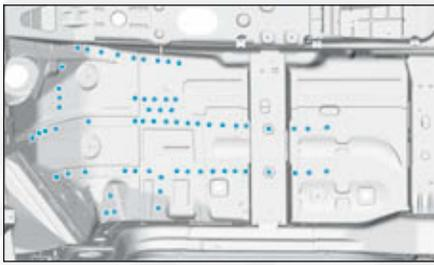

FIG.23
- Souder par points bouchons MAG puis meuler les points de soudure (Fig.23).